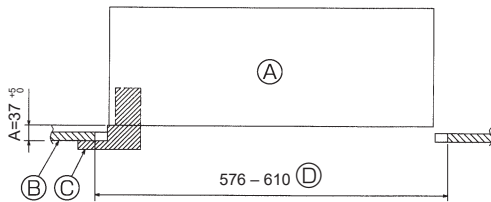

Fig. 10-2
10.2. Forberedelse til å feste grillen (Fig. 10-2)